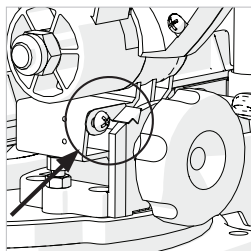

図7
- ・ ヘッドを上げ、インジケータがブレード傾斜度数目盛0度をさしていることを確認します。(図7)